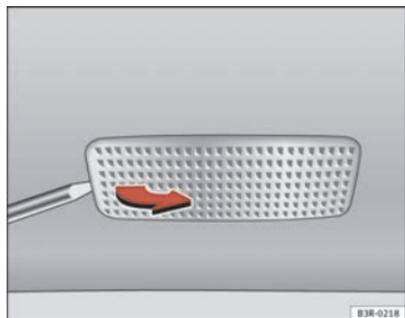

Fig. 228 Démontage de l'éclairage du pare-soleil
- Retirez le feu avec soin, en utilisant un tournevis plat ⇒ fig. 228.